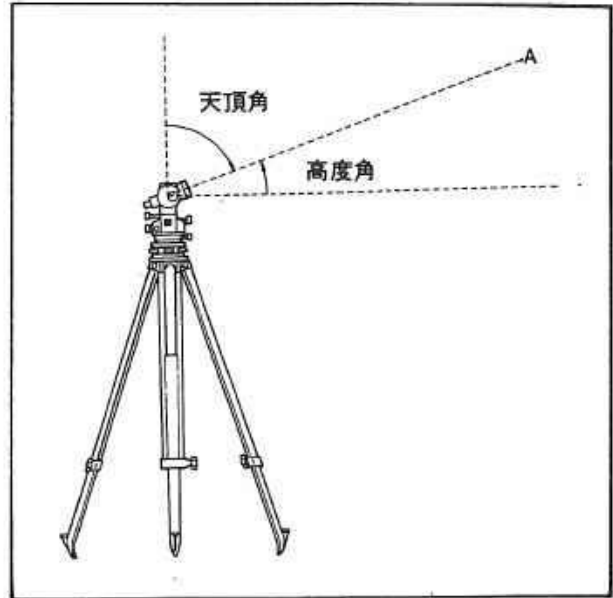

図26
1) 機械を据え付け、望遠鏡正の位置で目標Aを視準し、高度目盛の読みをrとします。(図26、27)